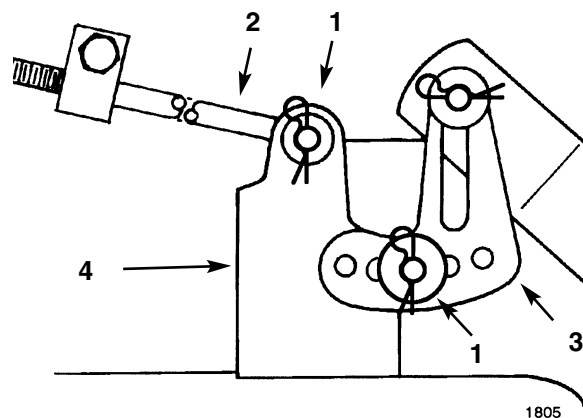

Fig. 44
7. Stikk enden av den lange armen gjennom hullet i klippeenhetens feste (fig. 44). Sett på skiven og splinten for å holde armen på plass. Gjenta dette på motsatt side.
8. Sett utjevningsbraketten med slisser på bolten til armen for klippehøyde (fig. 44). Fest klippeenheten med skiven og splinten. Gjenta dette på motsatt side.